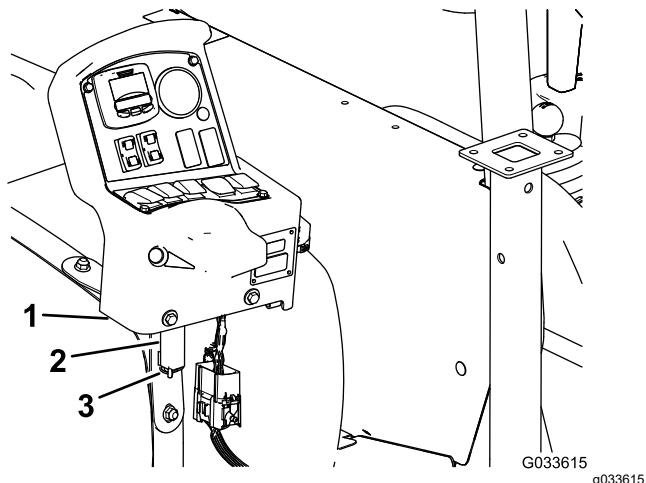

Figura 98
7. Retire la consola del soporte de montaje de la consola en el salpicadero de la máquina y alinee el pasador de giro de la consola de control con el soporte de almacenamiento del fleje delantero del depósito (Figura 98); consulte Instalación de la consola de control en la máquina \(página 21\).
8. Monte la consola en el soporte y sujeté el pasador de giro al soporte con la chaveta (Figura 98).